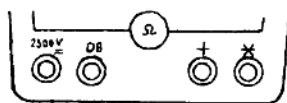

图 1-16 万用表表笔插孔
(1) 插好表笔:一般测量,红色表笔应接到红色(或标有“+”号)插孔上,黑色表笔应接到黑色(或标有“-”号)插孔上。有些万用表有专用的高压插孔(2500V)、大电流插孔(10A),测量这些特殊项目时,黑色表笔不动,红色表笔应插入相应插孔中(图 1-16)。